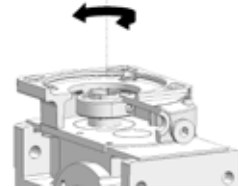

fig. 2
- das Getriebe senkrecht mit Motorflansch nach oben positionieren (s. Abb. 2);
- den Stelling positionieren, so dass der Kopf der Feststellschraube mit einer der zwei Bohrungen auf Servogetriebeflansch gefluchtet ist, nachdem die Verschlüsse entnommen worden sind (s. Abb. 2);